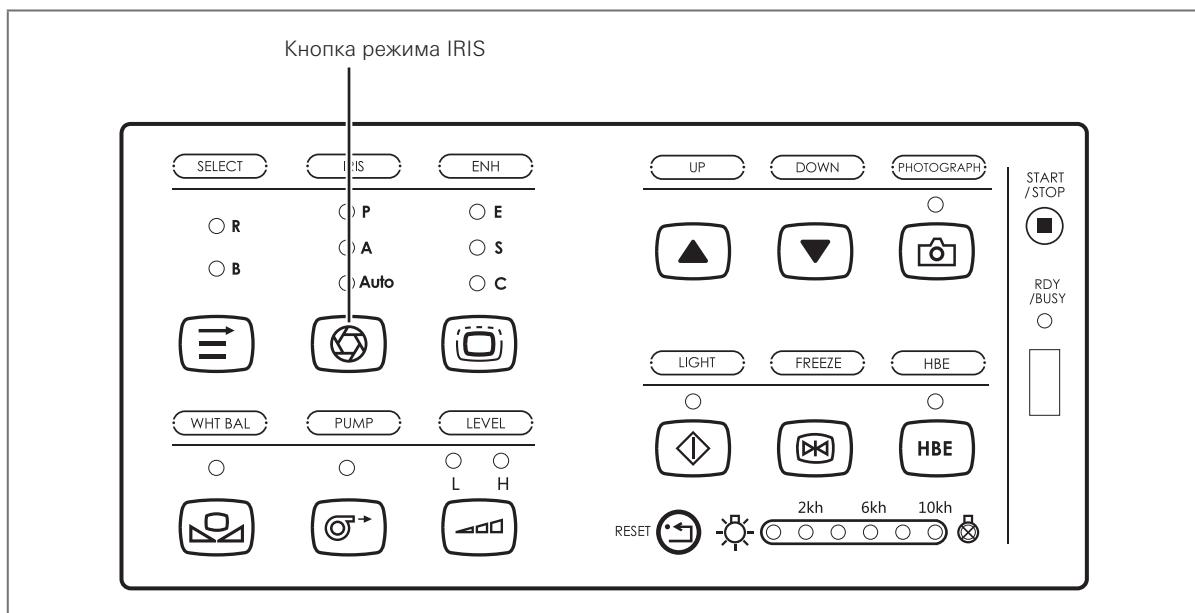

Рис. 4.5
- Нажмите на кнопку режима IRIS или клавишу F2 на клавиатуре, чтобы выбрать режим IRIS (способ управления экспозицией) (см. рис. 4.5).